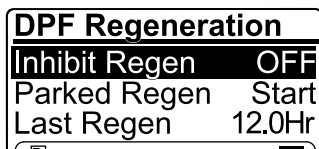

Figure 61
2. Appuyez sur le bouton droit pour faire passer le paramètre Inhibit Regen de On à Off (Figure 61) ou inversement (Figure 61).